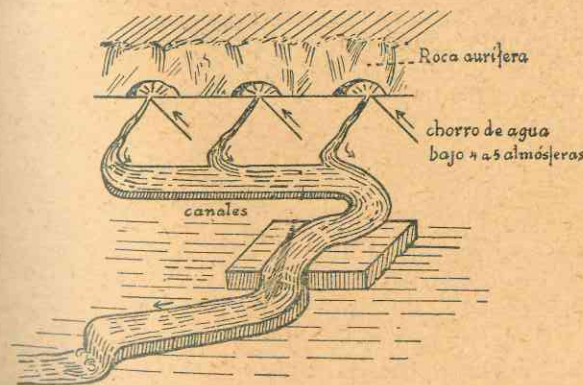

Fig. 9. — Procedimiento de extracción del oro. Levigación.
b) Levigación. — La levigación consiste en separar los componentes de una mezcla, basándose en su diferencia de densidad. Ejemplo: separar el oro de las arenas auríferas (fig. 9).